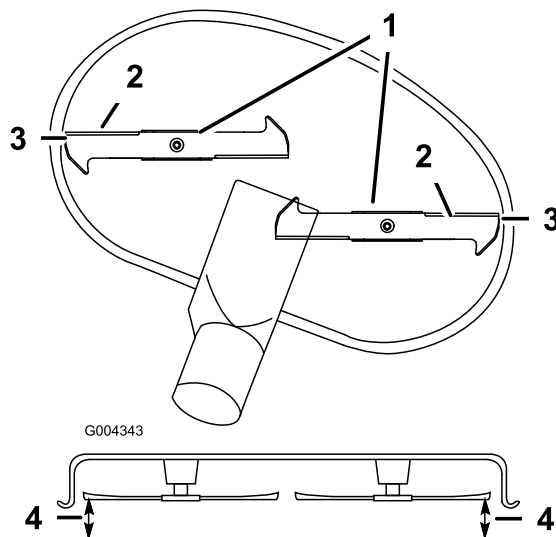

Figure 53
5. Tournez prudemment les lames pour qu'elles soient parallèles dans le sens transversal (Figure 53). Mesurez la distance entre les tranchants extérieurs et le sol plat (Figure 53). Si les deux mesures diffèrent de plus de 5 mm, un réglage s'impose. Poursuivez la procédure.